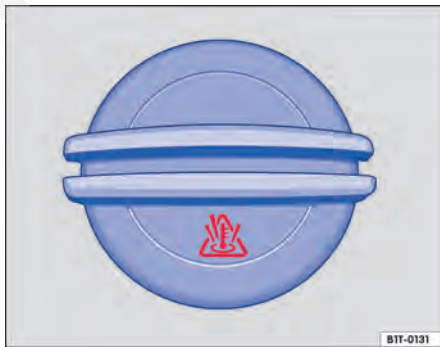

Fig. 128 No compartimento do motor: tampa do reservatório de expansão do líquido de arrefecimento do motor.
- O reservatório do líquido de arrefecimento do motor é reconhecido pelo símbolo  na tampa → Fig. 128.